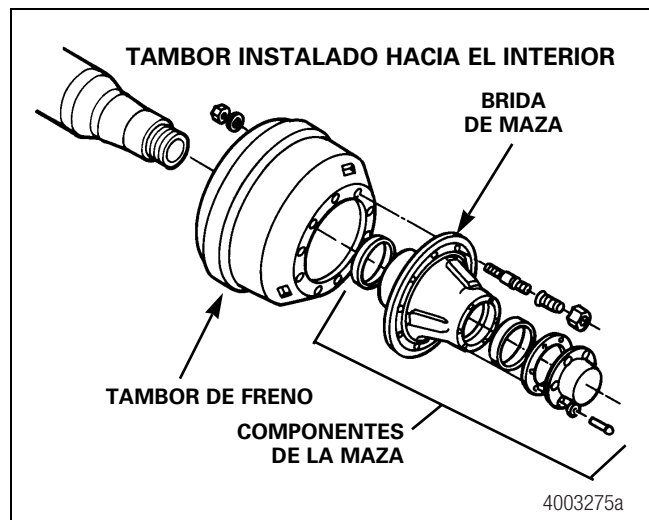

Figura 9.13
- **Tambores instalados hacia el interior:** Con esta configuración, el tambor de freno se instala hacia el interior de la brida de maza. Por lo tanto, se debe retirar la maza antes de retirar el tambor de freno. La principal desventaja de este diseño es que se alteran los cojinetes de extremo de rueda, los sellos y el lubricante durante el mantenimiento del freno. Figura 9.13.